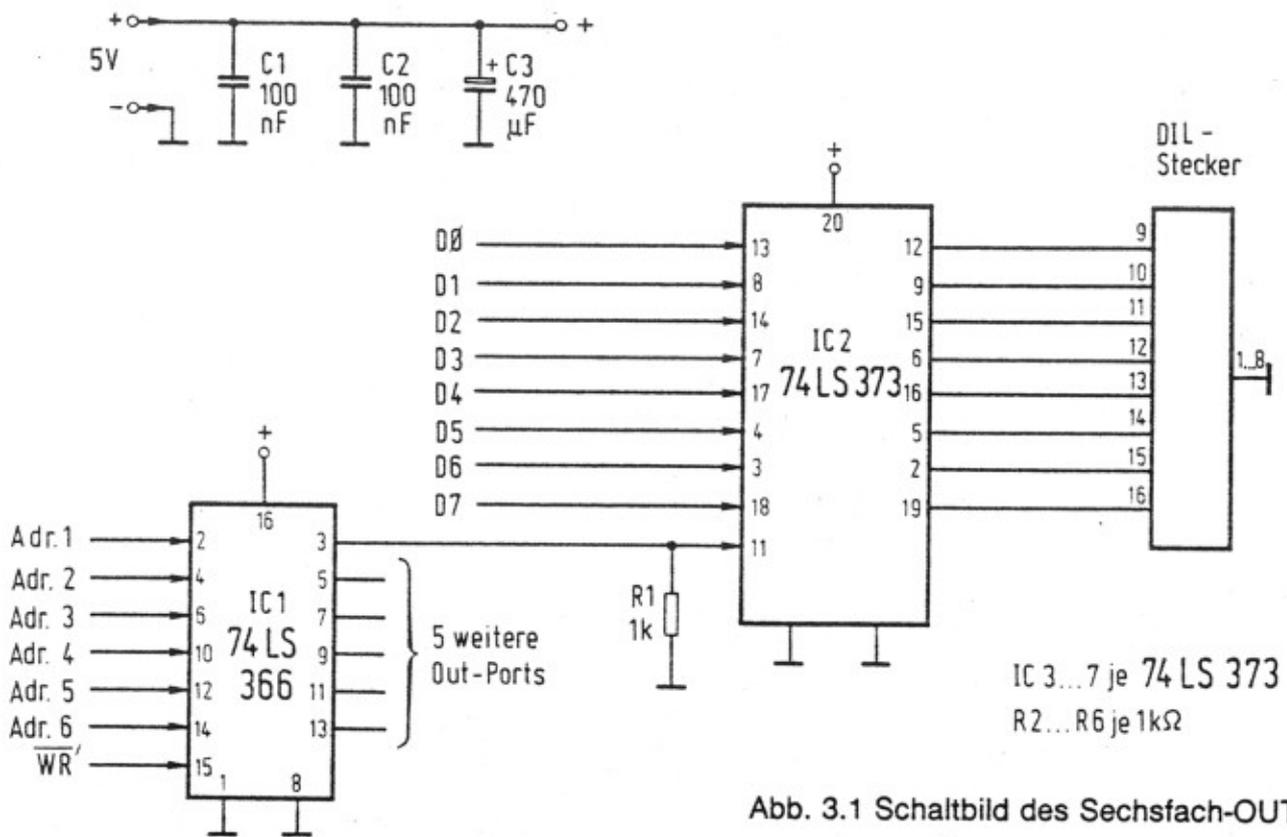

Abb. 3.1 Schaltbild des Sechsfach-OUT-Ports
*Abb.3.1* zeigt das Schaltbild der Platine für System I. Es findet dasselbe Schaltungsprinzip Anwendung wie bei dem OUT-Port auf der Grundplatine. Ein 8fach-Latch 74LS373 übernimmt die auf dem Datenbus liegende Information, solange sein Enable-Eingang (Pin 11) H-Potential führt.